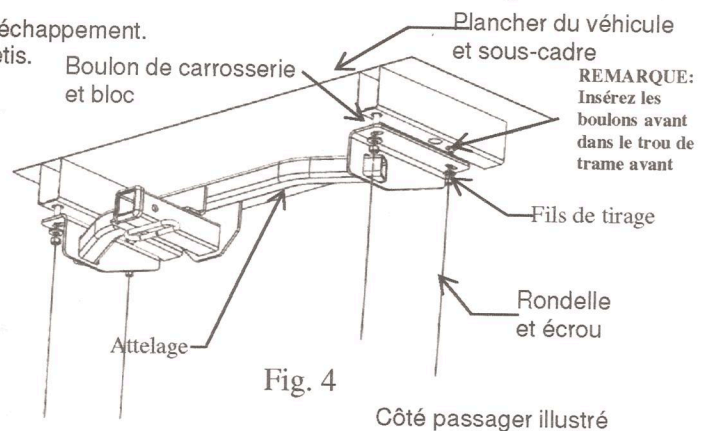

Fig. 4
4. Insérer les 4 assemblages de boulon dans chacun des quatre (4) trous du cadre du véhicule. Utiliser le fil de tirage pour tirer le boulon et le bloc fermement à l'intérieur du longeron du véhicule (Fig. 4). Il est préférable d'insérer l'extrémité de tête du boulon de 1/2" et le fil de traction de boulon dans le trou de châssis arrière jusqu'à ce qu'il apparaisse au niveau du trou de boulon avant. Tirer le fil à travers le trou avant jusqu'à ce que le boulon de 1/2" et rondelles rectangulaire de 1/2" sièges comme le montre la figure. 4. **REMARQUE: Insérez les boulons avant dans le trou de trame avant**
6. Soulever l'attelage en position. Utiliser le fil de tirage pour guider les boulons dans les trous de fixation et les fentes de l'attelage (Fig. 4). Poser les quatre (4) rondelles freins (art. 3) et les quatre (4) écrous 1/2 po en serrant à la main. Pour pouvoir visser l'écrou, il sera nécessaire de retirer le fil de tirage. **PROCÉDER AINSI UN À LA FOIS!**